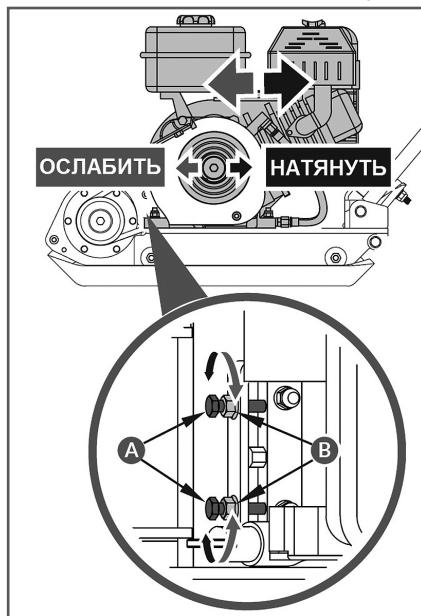

Рис. 31 Регулировка натяжения ремней PC6337F
- для натяжения ремней ослабьте затяжку контргаек В, после чего закрутите болты А натяжного устройства (Рис. 31);
- для ослабления ремней ослабьте затяжку контргаек В, открутите болты А натяжного устройства (Рис. 31) и сдвиньте двигатель к вибратору;